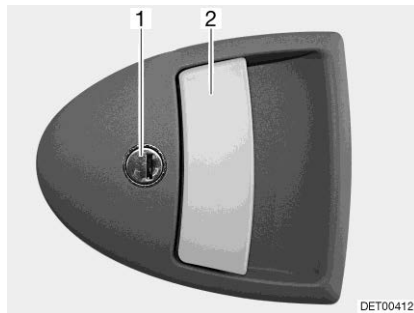

Bild 35 Dörrlås (ingångsdörr utsida)
- Stick in nyckeln i låscylindern (Bild 35,1) och vrid den ända tills dörrlåset har låsts upp.
- Drag i dörrhandtaget (Bild 35,2). Dörren är öppen.
- Stick in nyckeln i låscylindern (Bild 35,1) och vrid den ända tills dörrlåset har låsts.